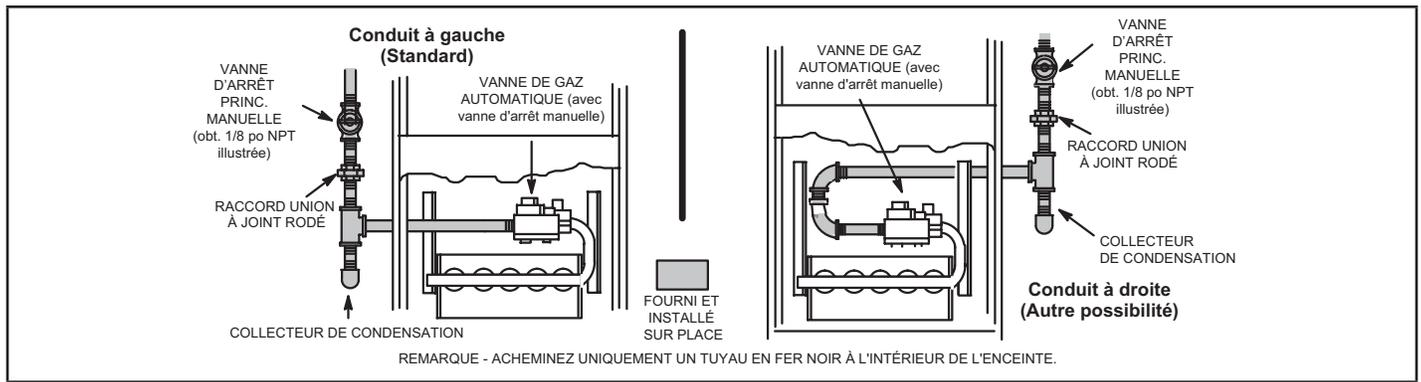

FIGURE 45
- 1 - La canalisation de gaz peut pénétrer dans l'appareil par le côté droit ou le côté gauche. La canalisation d'alimentation entre dans la vanne de gaz par le côté de la vanne, comme illustré à la FIGURE 45. Connecté la canalisation de gaz sur la vanne. La canalisation de gaz doit être serrée à un couple minimum de 350 lb-po et un maximum de 800 lb-po sur la vanne de gaz.
- 3 - La canalisation de gaz ne doit pas traverser les conduits d'aération, les chutes à linge sale, les cheminées ou conduits d'évacuation de gaz, les monte-plats ou les cages d'ascenseur. Centrez la canalisation de gaz dans l'ouverture. La canalisation de gaz ne doit pas toucher le côté de l'unité. Reportez-vous à FIGURE 45.